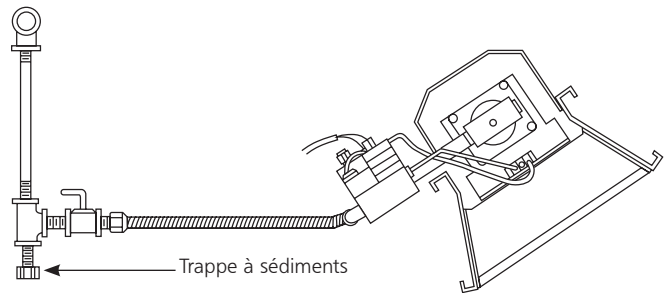

Figure 3. Installation typique de conduites
Assurez une alimentation adéquate en gaz pour l'entrée nominale de chaque appareil de chauffage utilisant des installations de conduites et des appareils de type American Standard dans l'immeuble. Dans la brochure ANSI Z223.1a/NFPA 54, le tableau C-3 illustre la capacité des différents diamètres de conduites de gaz naturel et les longueurs en pied cube par heure avec chute de pression de 0,76 cm (0,3 pouces), et une gravité spécifique de 0,60. Pour la capacité des produits de pétrole liquéfiés (LP), se reporter aux figures 3. Sur les conduites filetées utilisez un composé à conduite résistant à l'action de tous les gaz.
- Une trappe à sédiments répondant aux exigences caractéristiques de la figure 3 doit être installée dans la conduite vers la soupape à gaz.